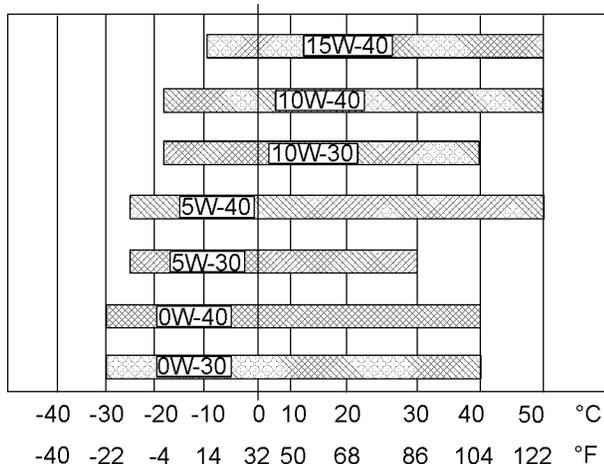

图 43
请参阅图 43 (最低温度) 以确定发动机冷起动时所需要的机油粘度。
请参阅图 43 (最高温度) 以选择发动机在预期的最高环境温度下运行时所需要的机油粘度。
- 请参阅适用的“机油粘度”。为找到适合您的发动机的机油粘度等级，请参阅图43。